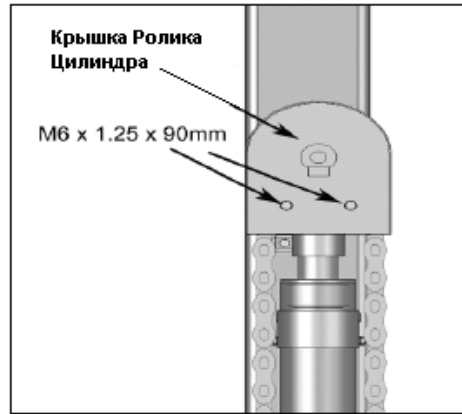

Рис. 8.3
2. Установить крышки на Ролики цилиндров ( см. Рис. 8.3 )